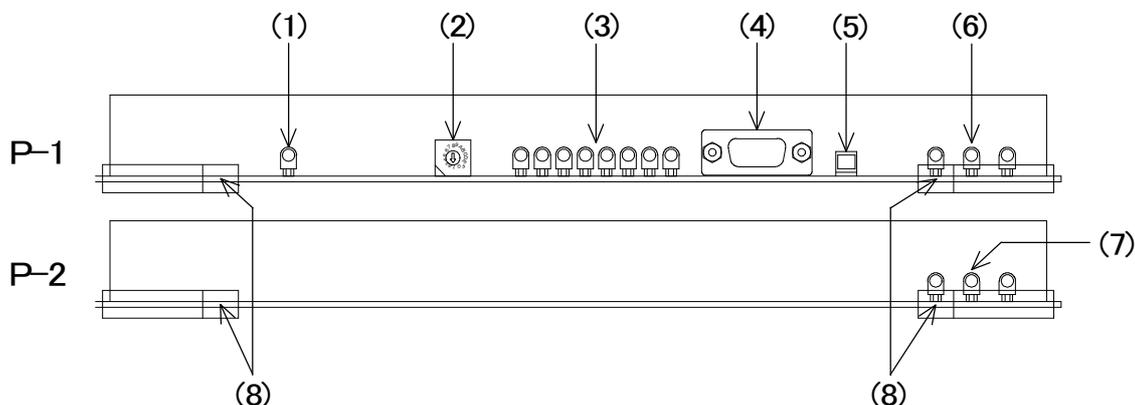

図3-2 本体フロントカバーを外した状態
- 3) フロントカバーを外した状態(P.5 図3-2)でFORMATスイッチを回してフォーマットを選択します。